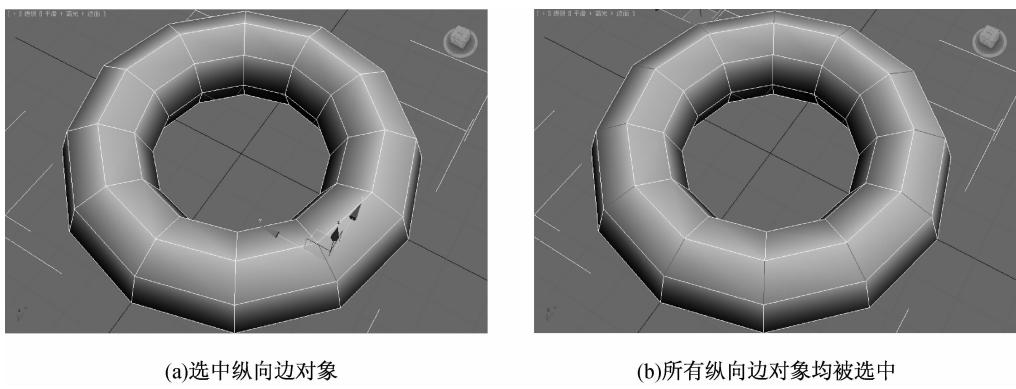

图 5-14 环形选择 ▲
- 环形：通过单击该按钮可以选中所有与当前边平行的边对象，如图 5-14 所示。